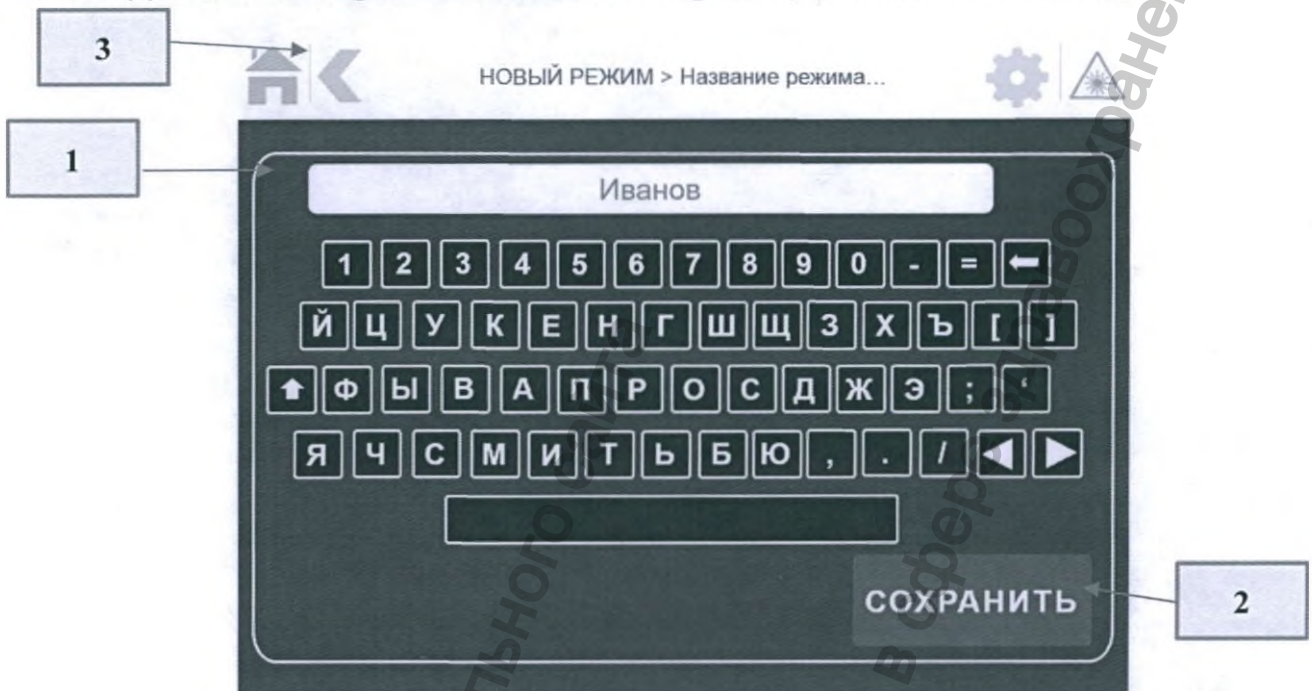
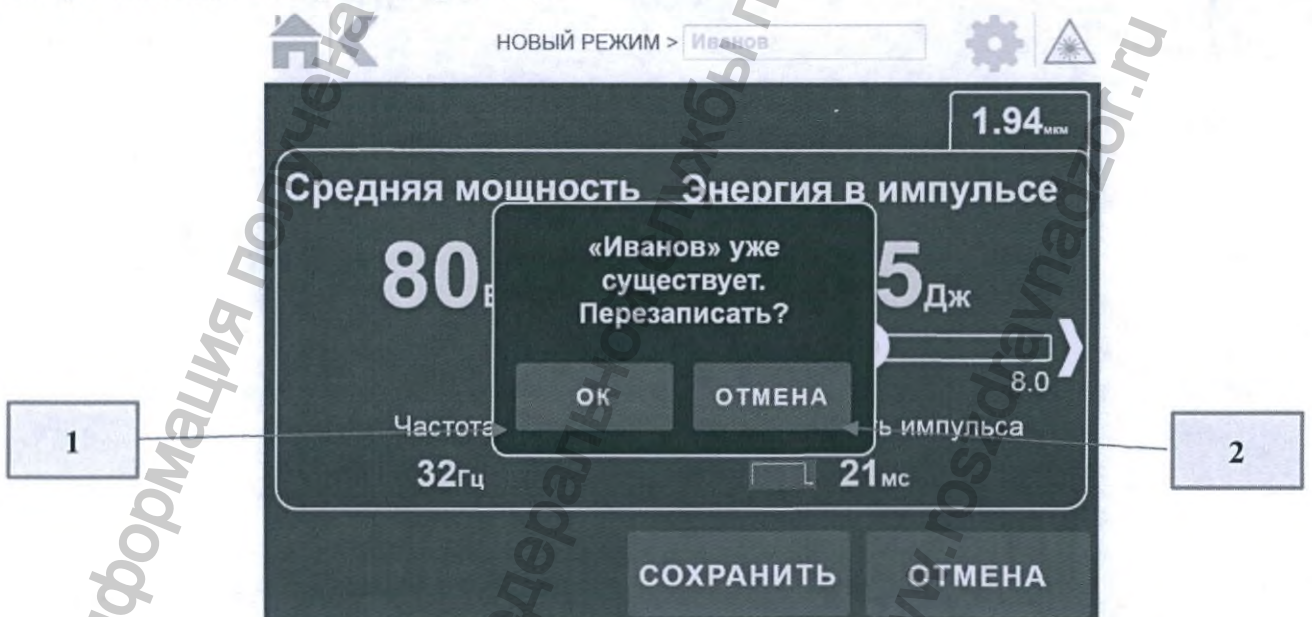

Рисунок 16. Экран ввода названия режима/процедуры
Рисунок 17. Экран с запросом при совпадении названия сохраняемого режима
В окно (1) необходимо ввести название сохраняемого режима, которое отобразится на экране в закладке «ИЗБРАННЫЕ» (рис. 10). Для ввода названия режима необходимо нажать на окно (1) и появится экран для ввода названия (рис. 16) (не более 20 символов).
Для сохранения режима необходимо нажать на кнопку (2) (рис. 16). Если введенное название режима совпадет с ранее сохраненным режимом, то появится сообщение с вопросом о перезаписи данного режима (рис. 17).
Для отмены сохранения режима нажмите кнопку (3) (рис. 16).